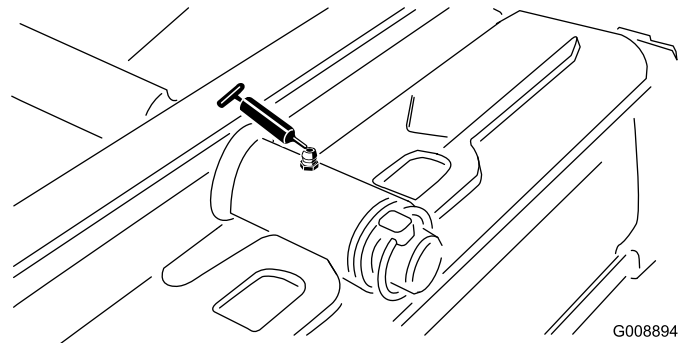

Figure 33
- Pivot de tablier de coupe arrière (Figure 33)